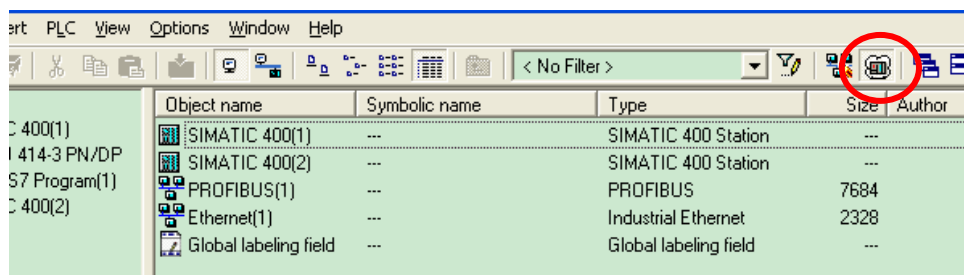

图 10—工具栏菜单栏启动仿真器 PLCSIM
- STEP7 SIMATIC Manager工具栏单击图标，如图10